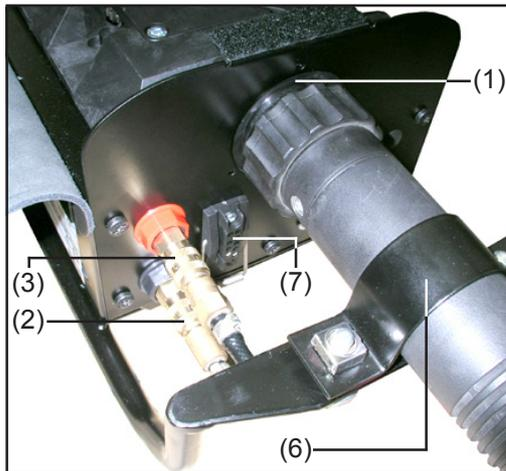

Abb.7 VR 143-2Z Yard: Schweißbrenner anschließen (Standard)
Sur la paroi latérale du VR 143-2Z Yard (représentée en fig. 7 et 8) :
2. Introduire la torche avec l'équipement nécessaire et le tube raccord en avant dans le connecteur de torche (1)
4. Raccorder les tuyaux d'eau du faisceau de liaison aux raccords embrochables de l'arrivée d'eau noire (2) et du retour d'eau rouge (3)
- 5a Torche de soudage standard (fig. 7) : raccorder le connecteur de torche à la prise de connexion pour torche (7)